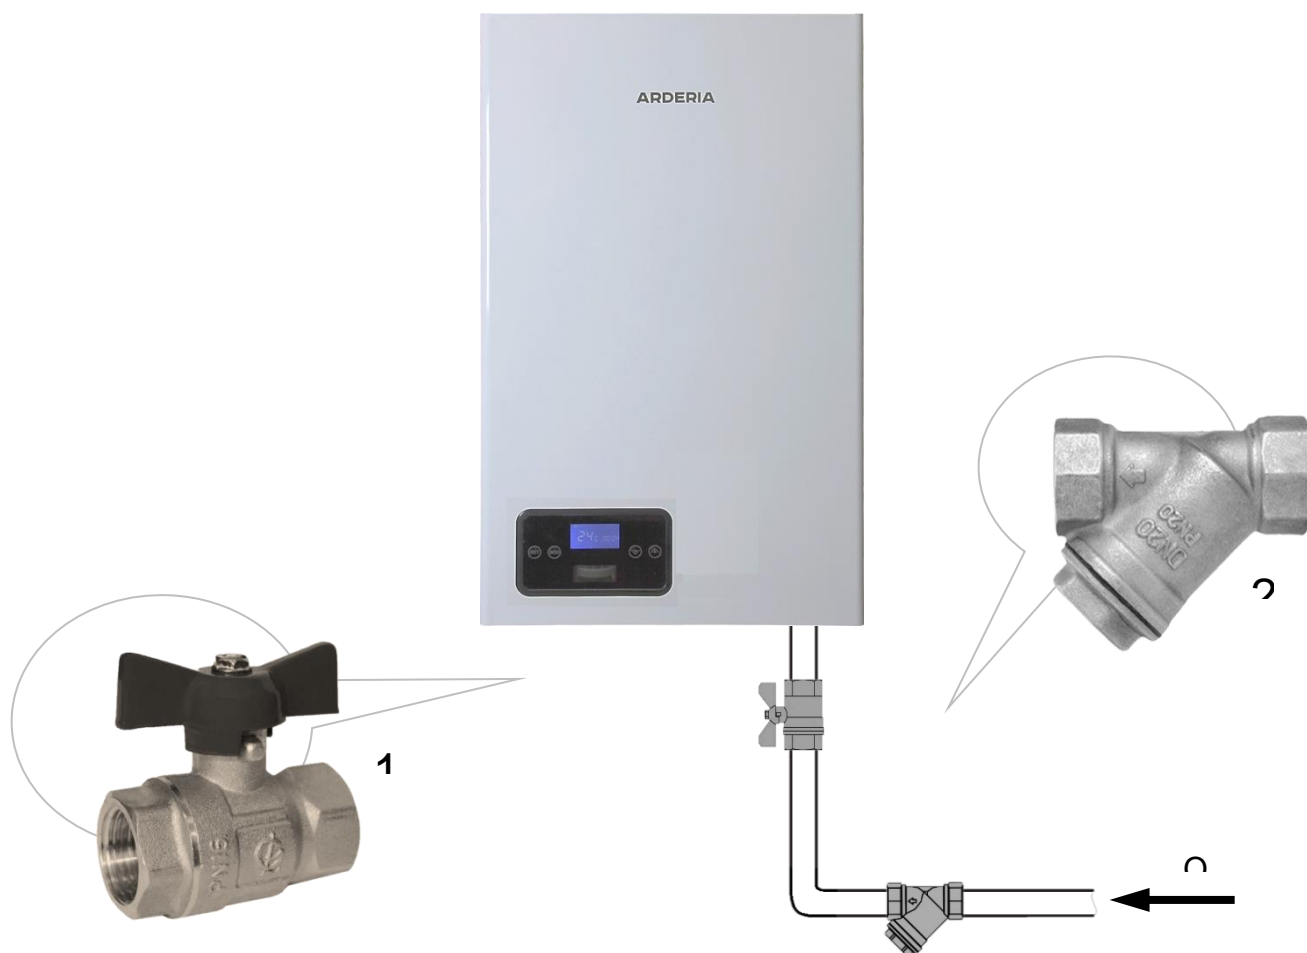

Рис. 15 Монтаж труб системы отопления и водоснабжения
- Для осуществления ТО электродвигателя, **рекомендуется** перед присоединительными патрубками котла установить (смонтировать) запорные краны, которые **должны** быть расположены так, чтобы их поворотные ручки были доступны (См. Рис. 15).
- **Настоятельно рекомендуется** на обратном трубопроводе СО, на входе ОВ в электродоме установить косой сетчатый фильтр для очистки ОВ от нежелательных примесей и отложений (См. Рис. 15). Рекомендуется устанавливать фильтр с сеткой (фильтрующим элементом), у которой размеры ячеек 300-500 микрон.